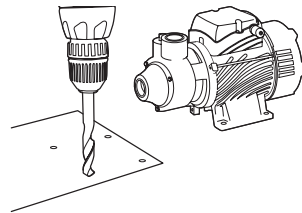

Figura 2.
2. Realiza las cuatro perforaciones e introduce cuatro taquetes (ver Figura 2).